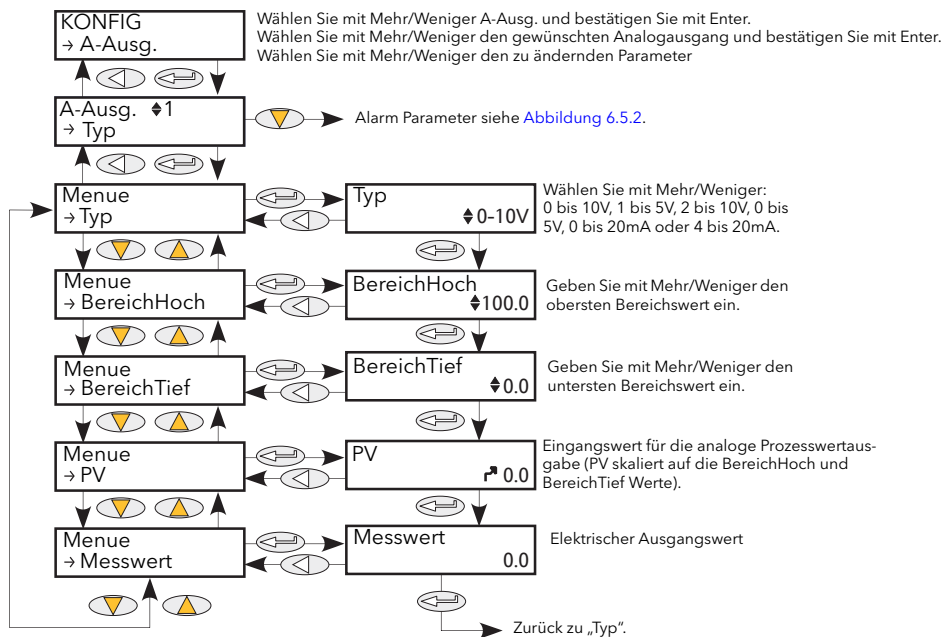
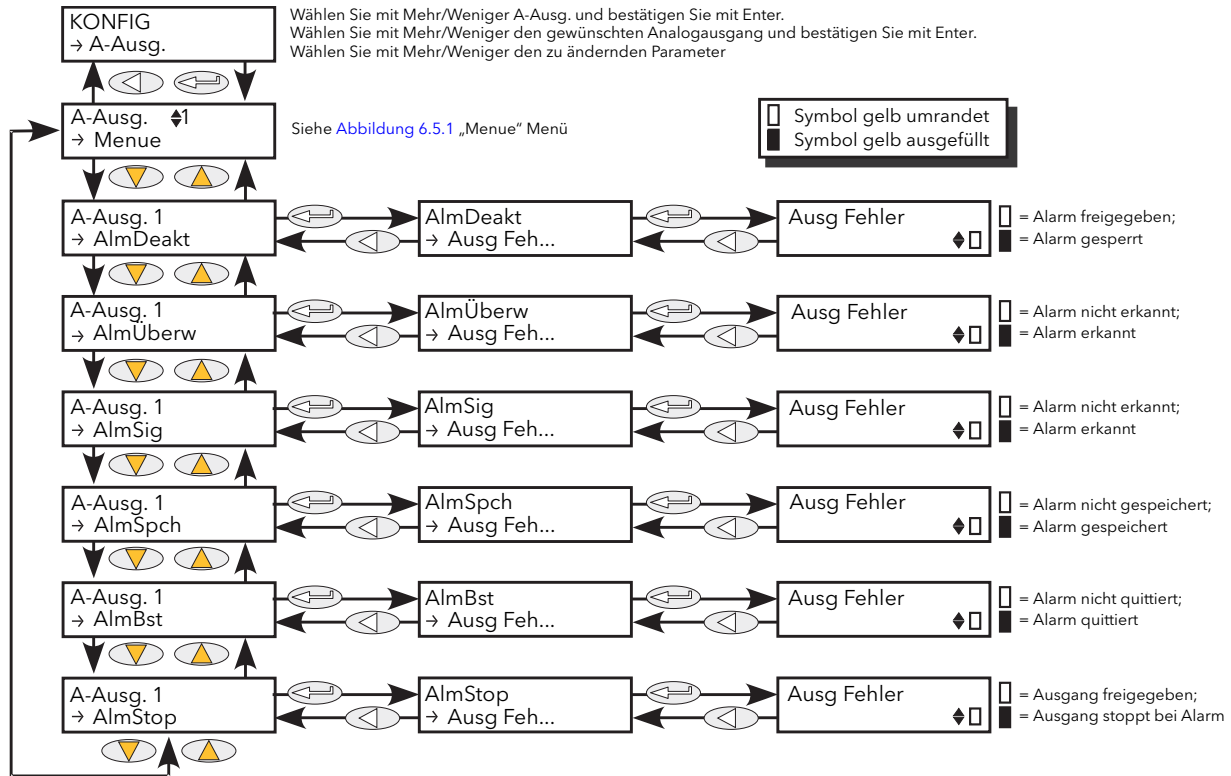

Abbildung 6.5.1 Analogausgang „Menue“ Menü
Abbildung 6.5.2 Zugriff auf die Analogausgang Alarm Parameter
Bietet Ihnen einen Strom- oder Spannungsausgang, der anhand von unteren und oberen Bereichen auf einen Ausgangswert (PV) skaliert wird. Abbildung 6.5.1 zeigt Ihnen das primäre Untermenü zur Konfiguration; Abbildung 6.5.2 zeigt Ihnen die Alarmparameter.